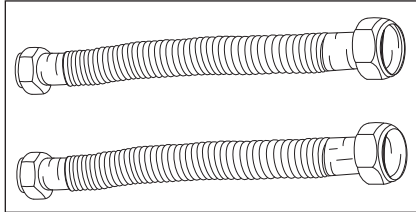

Figure 1 - Les connecteurs flexibles comportent des raccords de compression et ne nécessitent aucune soudure.
- Raccords filetés (Figure 1) pour les conduites d'eau froide et d'eau chaude
- Pour les domiciles à tuyauterie en cuivre, il est possible d'utiliser des connecteurs avec raccords à compression qui ne nécessitent pas de soudure (Figure 1). Les raccords à compression constituent une méthode de pose plus facile que le soudage des tuyaux en cuivre